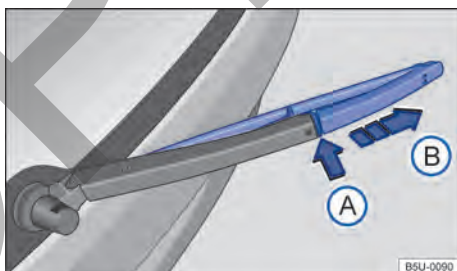

Fig. 172 Sustituir la escobilla del limpialuneta.
- Mantener la tecla de desbloqueo → fig. 172 ① presionada y, al mismo tiempo, retirar la escobilla de los limpiaparabrisas en el sentido de la flecha.
- Retirar la escobilla del limpiacuneta en el sentido de la flecha ②.